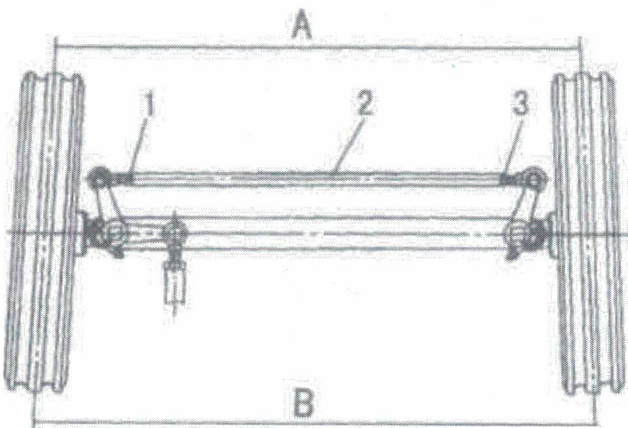

Рис. 3-8. Регулировка сходимости колес
2) Регулировка сходимости передних колёс (рис. 3-8)